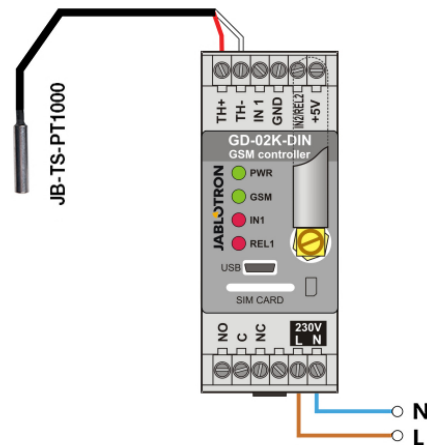

Abbildung 4: Temperaturüberwachung. R – rotes Kabel; W – weißes Kabel
- Achten Sie beim Anschluss des Temperatursensors auf die richtige Polarität (rotes Kabel = TH +, weißes Kabel = TH-), siehe Abbildung 4.